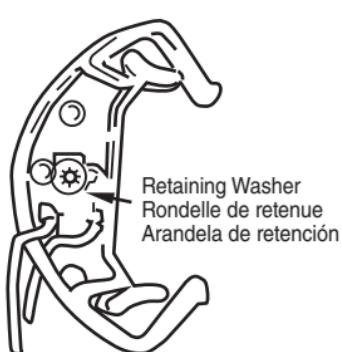

Fig. 1
2. Remove or break off retaining washer (see fig. 1). If the mounting pin is damaged, it must be drilled out and replaced with a screw.
2. Retirer ou briser la rondelle de retenue (voir fig. 1). Si la goupille de montage est endommagée, l'arracher avec une perceuse et la remplacer par une vis.